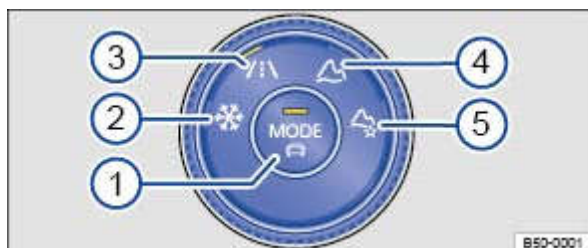

Fig. 206 Dans la partie inférieure de la console centrale : élément de commande du 4MOTION Active Control
Légende de la → Fig. 206 :
- Tournez l'élément de commande → Fig. 206 du 4MOTION Active Control, jusqu'à ce que la DEL s'allume à côté du profil de conduite souhaité.
- Appuyez, au centre de l'élément de commande, sur la touche  → Fig. 206 .
- Si nécessaire, tournez l'élément de commande → Fig. 206 du 4MOTION Active Control, jusqu'à ce que la DEL s'allume à côté du profil de conduite Offroad Individual.
- Si le profil de conduite Offroad Individual était déjà sélectionné, appuyez au centre de l'élément de commande sur  → Fig. 206 .